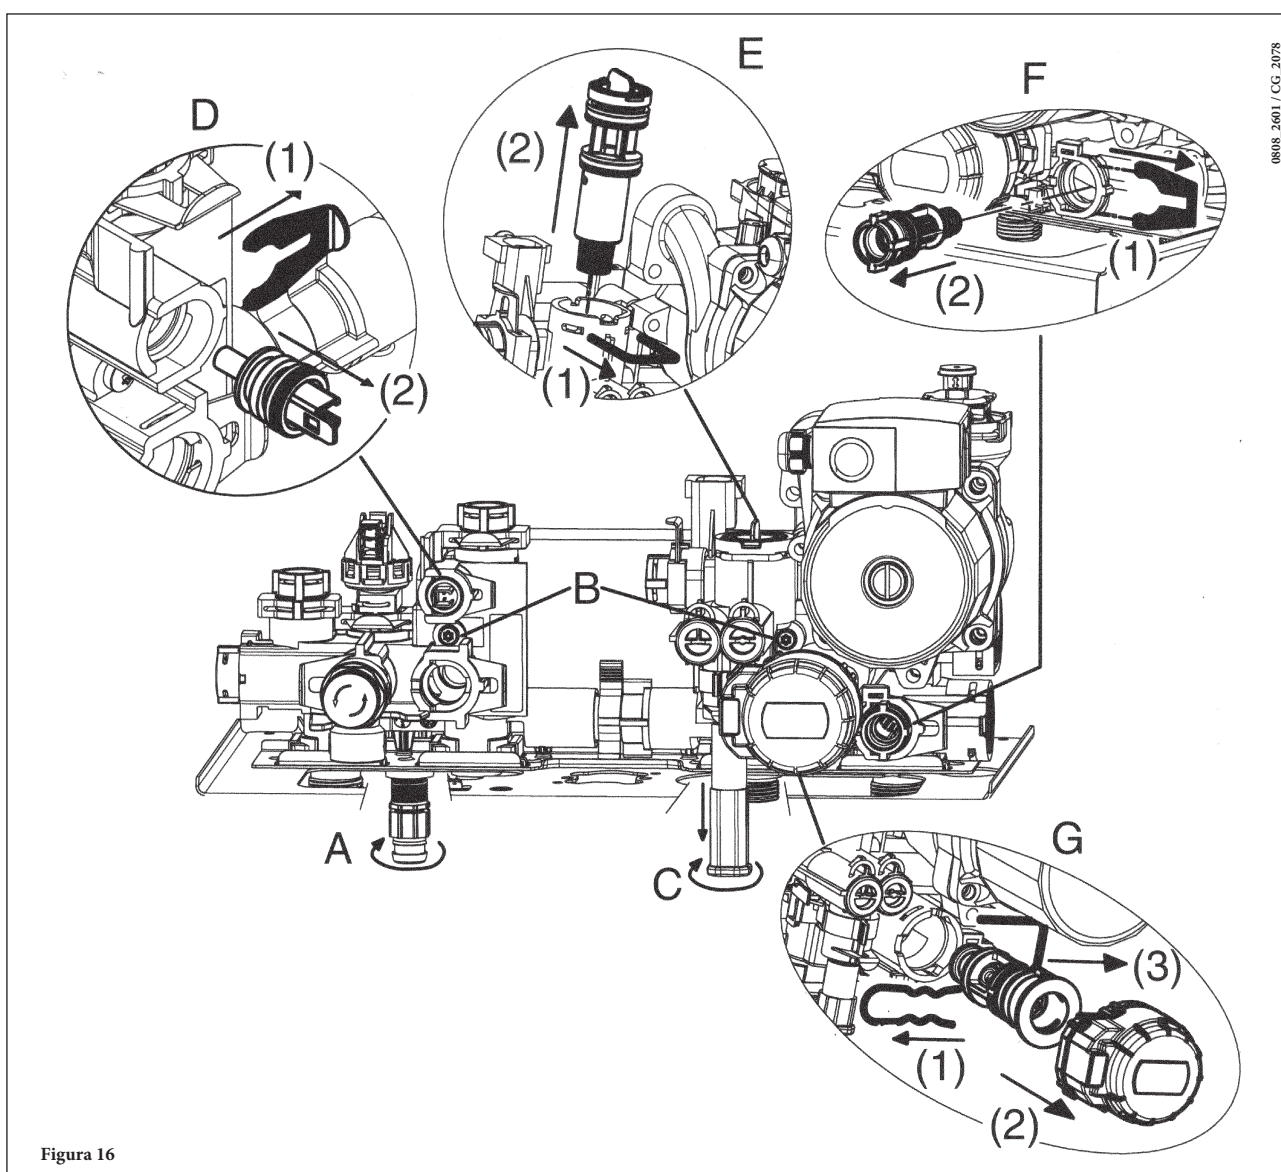

Figura 16
- evacuați apa din circuitul de încălzire deschizând robinetul A din figura 16;
- pentru a extrage cartușul cu filtrul circuitului de încălzire, mai întâi îndepărtați motorul valvei cu 3 căi (1-2G- figura 16);
- îndepărtați clipul 1E din figura 16;
- scoateți filtrele (2E, figura 16).